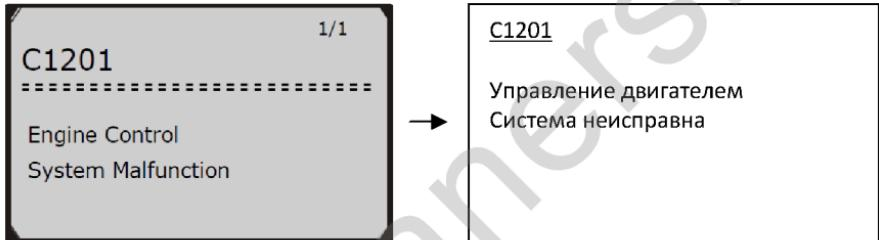

Рис. 4.2
- 3) Просмотреть выбранные данные на экране прибора (рис. 4.2).